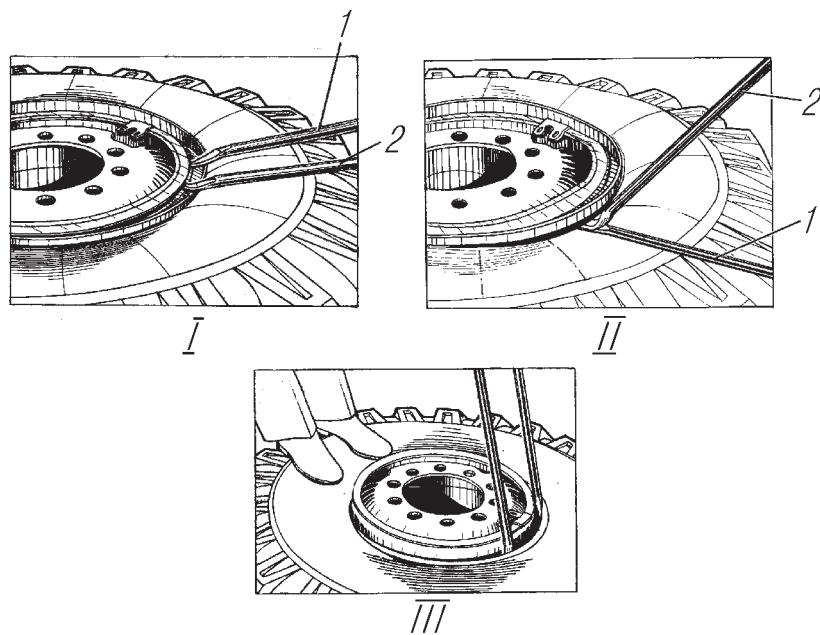

Рис. 50. Разборка колеса:
введите рядом плоский конец второй монтажной лопатки (рис. 50, I). Нажимая на обе лопатки и поочередно переставляя их по кругу на расстоянии 50-100 мм друг от друга, несколько осадите бортовое кольцо вместе с бортом шины вниз, а затем, применяя крюкообразный конец большой монтажной лопатки, полностью снимите (осадите) борт шины по всей длине с посадочной полки обода.
- затем между ней и бортовой закраиной (бортовым кольцом) заведите крюкообразный конец большой монтажной лопатки так, чтобы плоский конец короткой монтажной лопатки разместился в ее пазу (допускается применять молоток) и, опираясь пяткой второй лопатки о первую, надежно зацепившись ее крюкообразным концом за бортовое кольцо, одновременно отжимая обе лопатки (рис. 50, II) осадите борт шины вниз;
— введите плоские концы монтажных лопаток между ободом и бортом шины в зоне вентиля на расстоянии 200-250 мм друг от друга (рис. 50, III) и, нажимая на них, переместите часть борта через посадочную полку вверх (вынедите его наружу обода). При этом противоположная часть борта шины должна обязательно находиться в монтажном ручье обода;